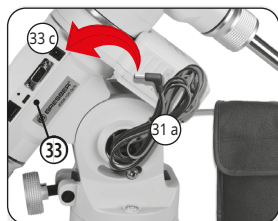

Fig. 17: Collegamento del pacco batterie
3. Inserire il connettore DC del cavo di tensione DC (31 a) nella presa DC (33 c) del pannello di collegamento (33) (Fig. 17).